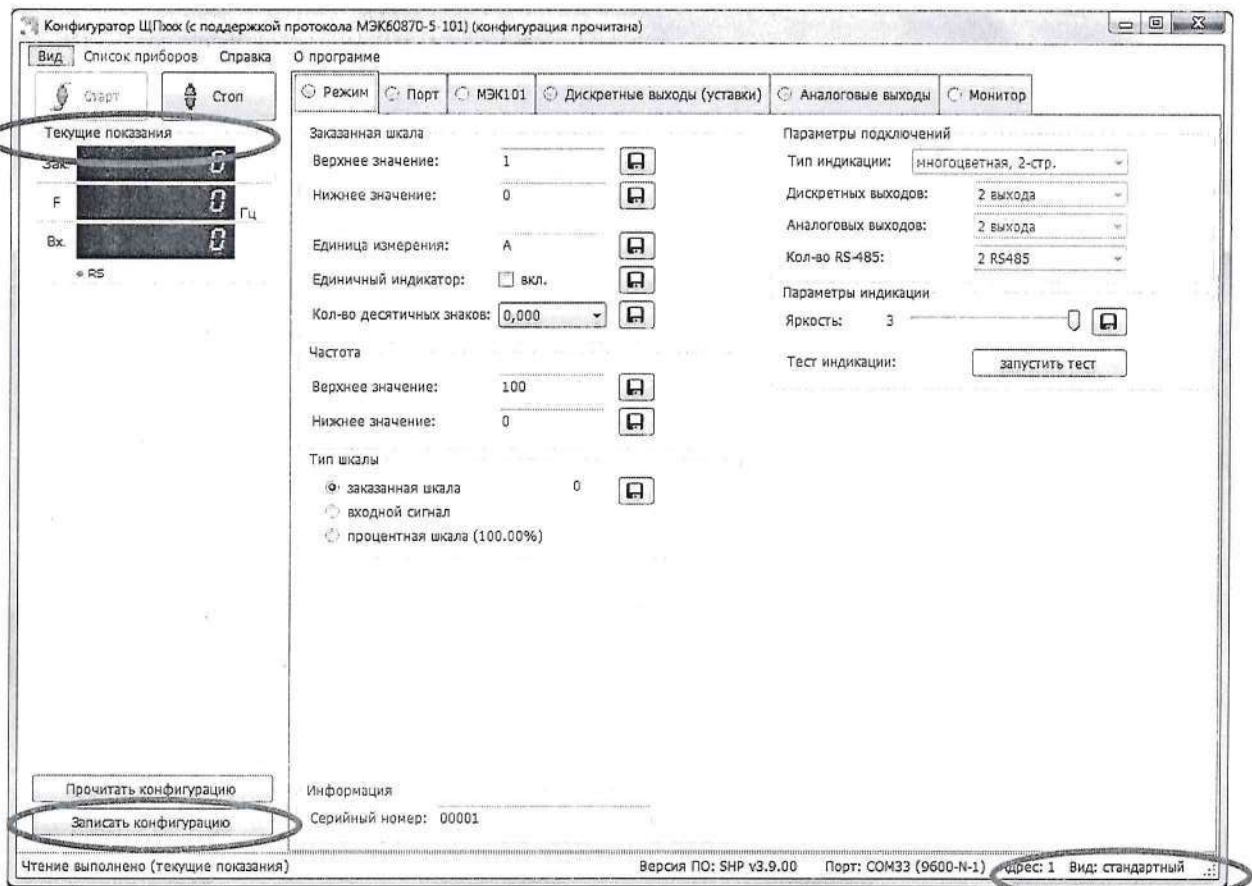

Рисунок 5.1 – Конфигуратор ЩП (вкладка «Режим», стандартный вид)
а) стандартный вид программы (рисунок 5.1):
каторов прибора. Данные, показываемые на цифровых индикаторах прибора, идентичны значениям, отображаемым в поле «Текущие показания» программы-конфигуратора (рисунок 5.1, 5.2).
- в основном окне программы во вкладке «Режим» нажать кнопку «запустить тест» (рисунок 5.1, 5.2).